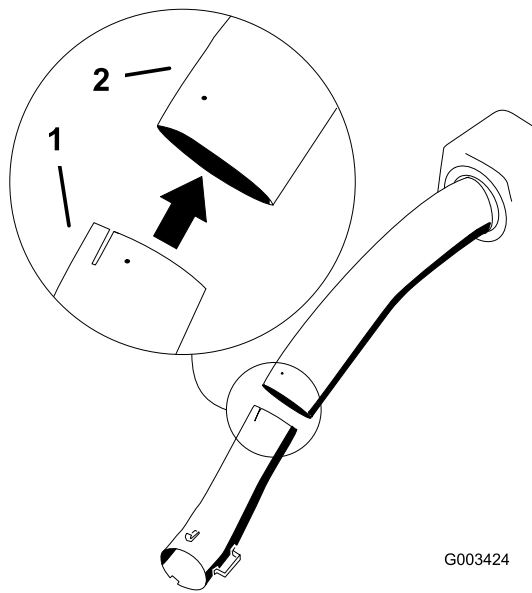

Figura 25
8. Instale el tubo inferior en el tubo superior (Figura 25).